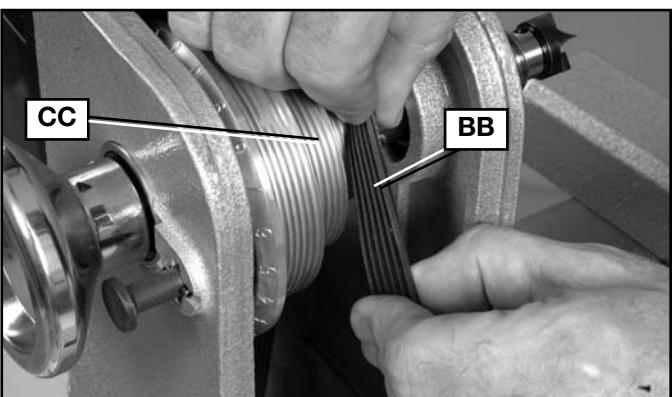

Fig. 17
14. **REMARQUE :** s'assurer que les rainures de la face interne de la courroie (BB), fig. 17, s'insèrent dans les encoches (CC) correspondantes des deux poulies et que la courroie ne pend pas sur le côté de la poulie.